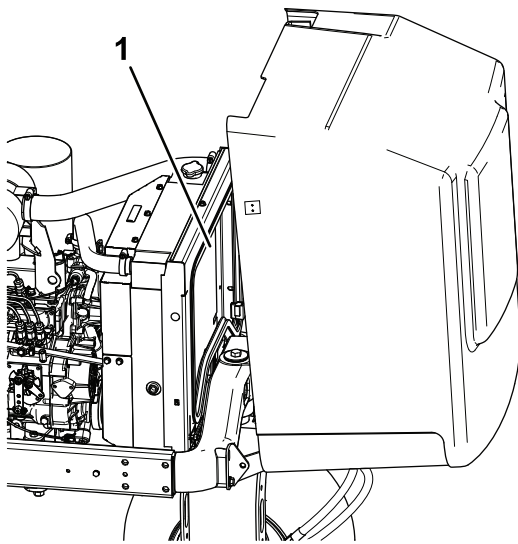

Figura 68
5. Pulite accuratamente con acqua o aria compressa entrambi i lati dell'area del radiatore. (Figura 68).